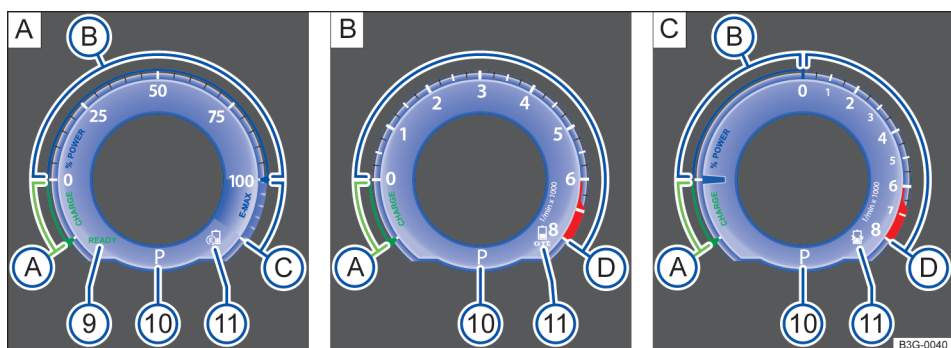

Fig. 14 Indicação variável do modo de condução; A) veículo no modo CONDUÇÃO ELÉTRICA AMPLIADA. B) Veículo no MODO GTE. C) Exibição padrão de híbrido
- Veículo no E-MODE → Fig. 14 A.
- Veículo no MODO GTE → Fig. 14 B.
- Exibição padrão de híbrido → Fig. 14 C.
Legenda para Fig. 14